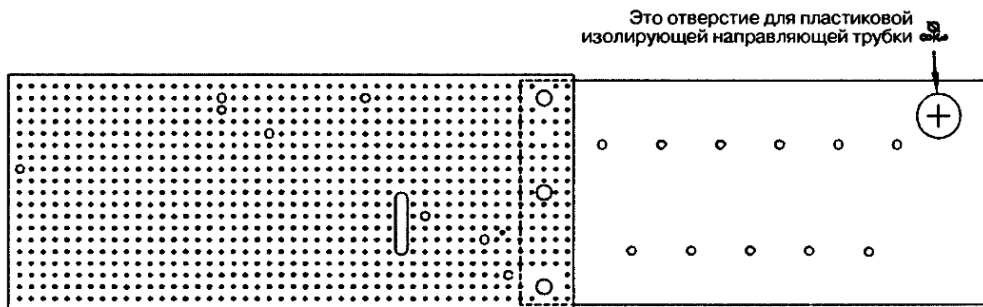

Рис. 1.3. Сборка ионного генератора из макетной и изоляционной платы
| PBOARD | 1 | Макетная плата с сетчатой перфорацией, габаритами 18,3×6,6 см и толщиной 0,25 см, подгонка под размер показана на рис. 1.3 | |
2. Из заготовки вырежьте макетную плату с сеточной перфорацией толщиной 2,5 мм и размерами 12,19×7,37 см (4,8×2,9 дюйма). Ориентируйтесь по координатам пересечения вертикального и горизонтального ряда, показанным на рис. 1.3, и вашей печатной платы для нахождения отверстия для просверливания монтажных отверстий. Определив местонахождение каждого монтажного отверстия, просверлите их, в том числе продольную прорезь для установки T1. Готовую печатную плату можно приобрести
в Information Unlimited. Заказ производится через сайт фирмы по адресу www.amazing1.com. Вставьте компоненты, начиная с левой стороны макетной платы с перфорацией, следуя плану (см. рис. 1.3), идите слева направо, используя отверстия большого диаметра как ориентир.